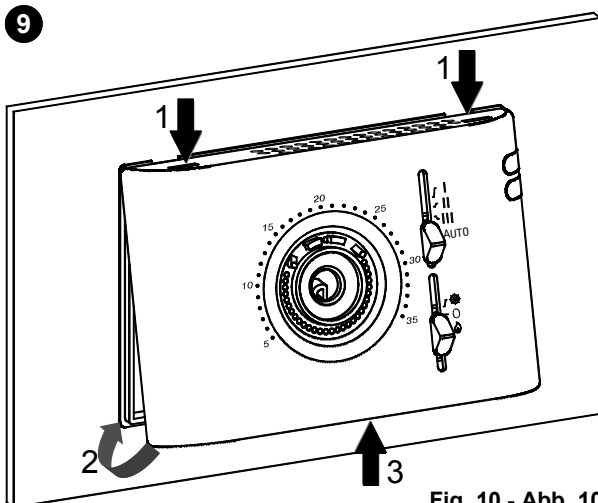

Fig. 10 - Abb. 10
- Ruotare la calotta facendo in modo che gli slider coincidano con i relativi commutatori e spingere verso l'interno la linguetta plastica posta sulla parte inferiore della base (indicata dalla freccia in Fig. 10) ed esercitare una pressione che faccia scattare la linguetta plastica di fissaggio all'interno del foro sul lato inferiore della calotta. Quindi verificare la corretta corsa degli slider.